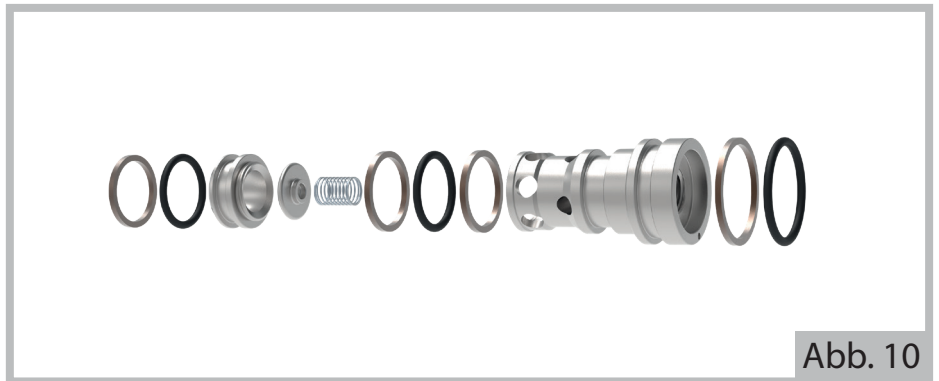

Abb. 10
- a) Einsetzen der Ansaugventile (Vorgang A Abbildung 10).
- b) Einsetzen der Ventilsitze und der entsprechenden Dichtungsringe (Vorgang B Abbildung 10)